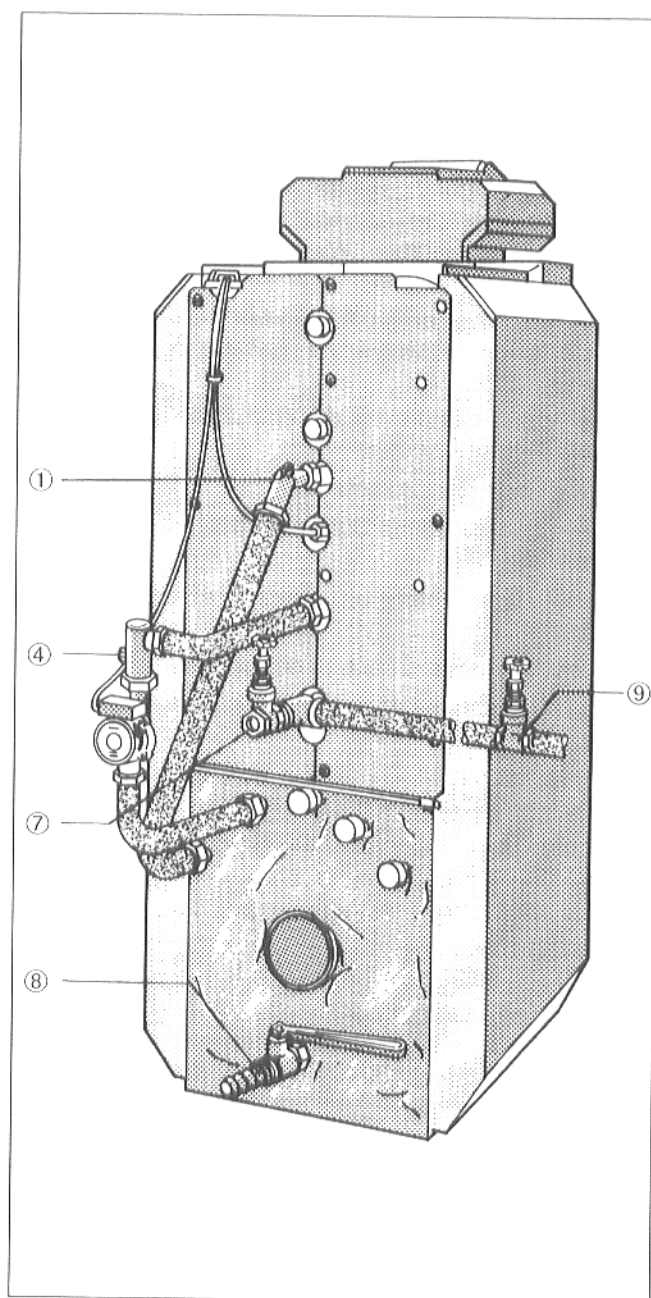

Abb. 37
- Kaltwassereintritt ⑨ schließen, Speicherentleerung ⑦ öffnen (Abb. 37).
- Speicherentleerung ⑦ und »Entlüftungszapfhahn« schließen. Kaltwassereintritt ⑨ öffnen (Abb. 37).
- Füll- und Entleerhahn ⑧ öffnen (Abb. 37).
- Mit Stellschraube ④ Eckrückschlagventil öffnen (Schraubenschlitz senkrecht – Abb. 37).
- Entlüftungsschraube ① und übrige Entlüftungsventile öffnen (Abb. 37).